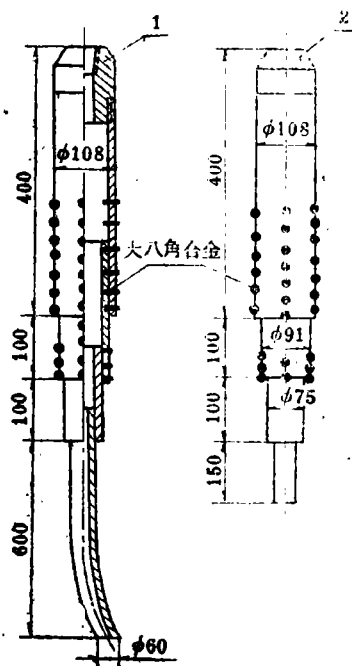

图7 导正扩孔钻具
(1) 扩孔 楔子取出后,先用带钻杆导向的扩孔钻具(图7左)后用带锁接头导向的扩孔钻具(图7右)扩孔到距新孔底 500 毫米处,再换 $\phi 108$ 短钻具扩孔钻进,但此时必须对原孔残留台阶进行处理。